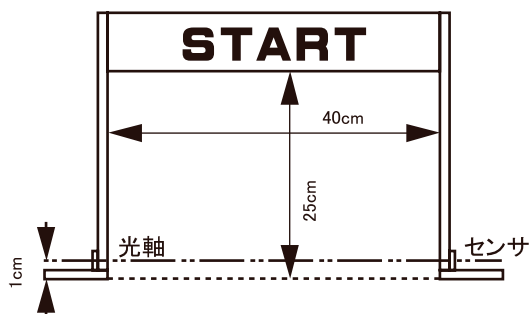

図5 スタート・ゴールゲート
- スタートライン及びゴールライン上のセンサについて(図 5 に示されている)